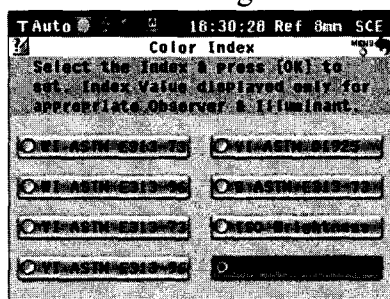

Рисунок 40
- откройте вкладку «Color Index» (Индекс цвета) (рисунок 38), отобразится экран «Color Index», переместить курсор к элементу «None» (рисунок 40) и нажмите кнопку «OK/EDIT». На экране снова появится «Color Settings».